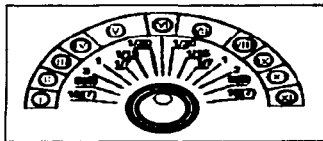

Figura 5.12 Opciones de reproducción.
2.- Imagen de selección lenta. Al girar esta perilla durante la imagen congelada, puede obtenerse una variedad de reproducciones como se observa en la figura 5.12 y son las siguientes: